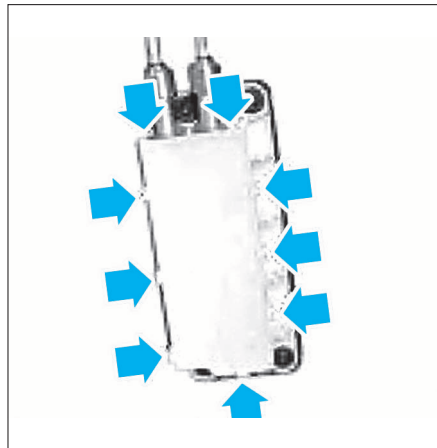

FIG. 11
- Ouvrir le boîtier du levier de commande (Fig.11).